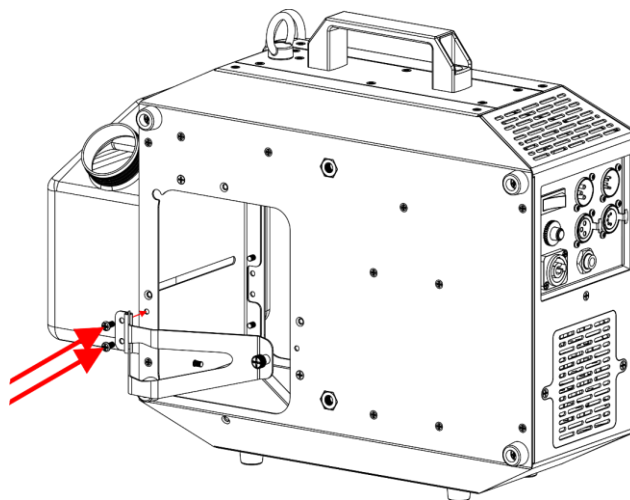

Fig. 15
10) Avvitare le 2 viti della staffa nella parte posteriore e installare la **staffa per il serbatoio del liquido (03)**, come mostrato nella Fig. 15.